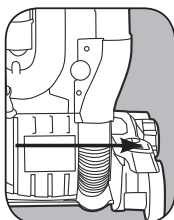

Fig. 3
1. Para encender la aspiradora, presione el pedal de encendido en el lado derecho de la boquilla de la aspiradora desde el punto de vista del usuario (Fig. 3).